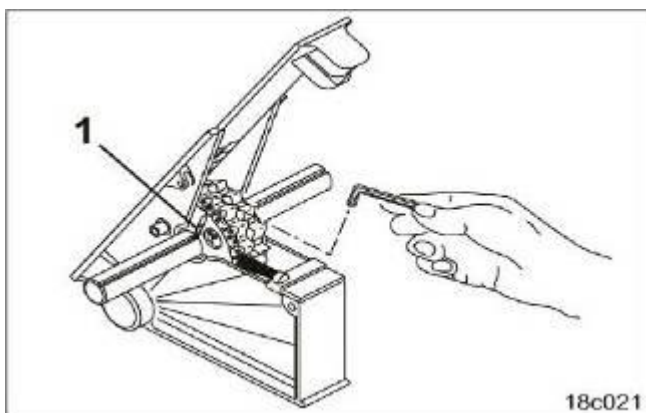

Рис.104
7.6.5. Резьбовые штифты (Рис. 104/1) новых высевающих катушек для техколеи ослабьте настолько, чтобы они могли свободно вращаться на высежном валу.